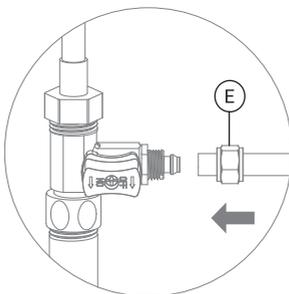
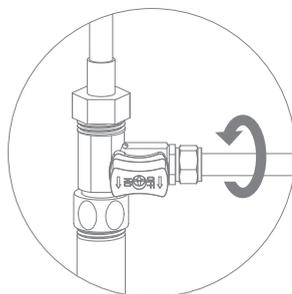

Рис. 7
Рис. 8
- В гайку (Е) проденьте зеленую трубку 3/8" (рис. 7). Конец трубки наденьте на штуцер адаптер-вентили до упора и плотно накрутите гайку (рис. 8).